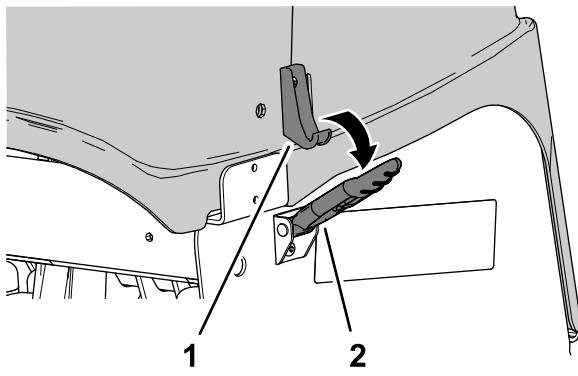

Figure 150
4. Déverrouillez le capot de la tête d'aération aux 4 points de verrouillage (Figure 148 et Figure 150).